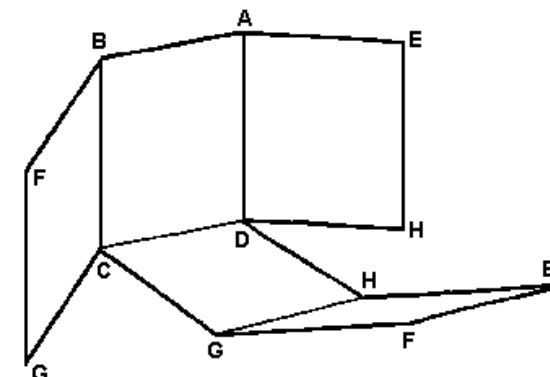

Figure 3
- Maintenant, en gardant le rectangle CDHG horizontal sur une table ou sur le sol, positionner les autres rectangles comme montré en figure 3. Le "miroir" avant EFGH est incliné d'environ 30 degrés au dessus du plan horizontal (placer une pierre ou un autre objet en dessous). Les "miroirs latéraux" BFGC et AEHD sont verticaux, les angles GCG et HDH étant d'environ 45 degrés. Quelques pierres comme représenté en figure 4 seront utiles, surtout en cas de vent.